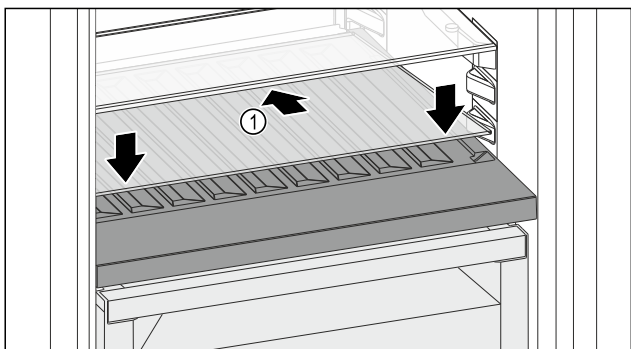

Fig. 158
- ▶ Вставте скляну полицю Fig. 158 (1) під кутом, нахиливши назад і донизу.
- ▶ Опустіть скляну полицю Fig. 158 (1) вперед.